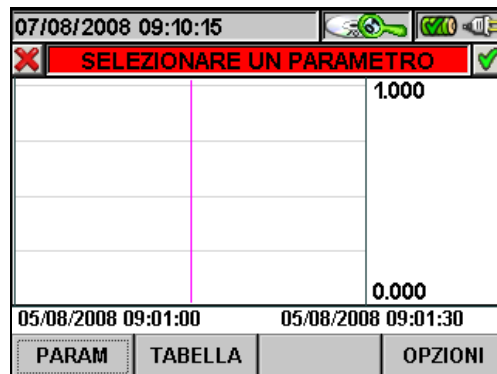

Fig. 140: Selezionare un Parametro
- Il tasto **ESC** (o la smart icon ) per uscire dalla funzione e tornare alla pagina "Selezionare un Parametro" (Fig. 140).